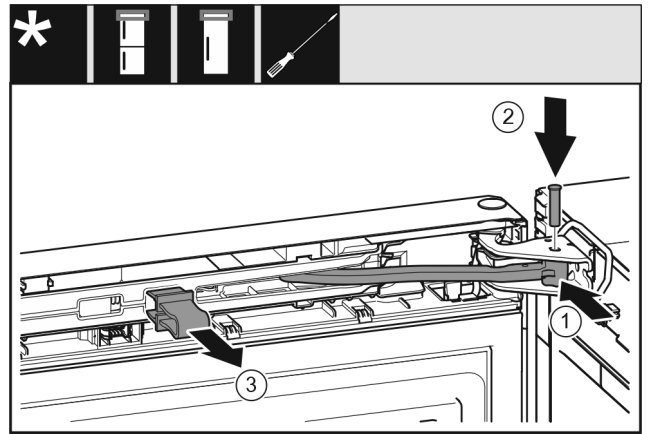

Fig. 50
- ▶ Scharnier in lagerbus draaien. Fig. 50 (1)
- ▶ Bout in de lagerbus en het scharnier aanbrengen. Opletten dat hierbij de vergrendelknok correct in de groef zit. Fig. 50 (2)
- ▶ Borging verwijderen. Fig. 50 (3)